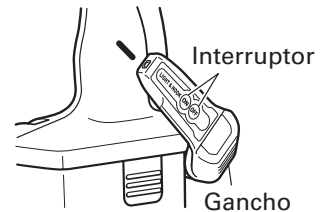

Fig. 9
- (1) Presione el interruptor para apagar la luz. Si se olvida de apagar la luz, la misma se apagará automáticamente al cabo de 15 minutos.
- (2) La dirección de la luz se puede ajustar dentro del alcance de las posiciones 1 -5 del gancho. (Fig.9)